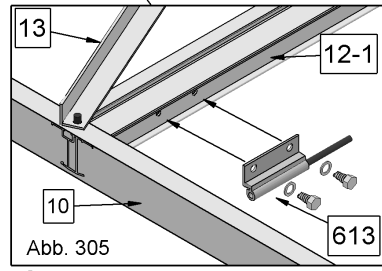

Abb. 305
6. Die Türscharniere Nr. 613 sowie das Schließblech und die dazu gehörenden Schrauben zur Befestigung sind zusammen mit den Schrauben und Beschlagteilen für die Tür verpackt. Diese sollten daher erst später angebracht werden, nachdem die Tür montiert ist (Kapitel 6) und bevor diese eingebaut wird (Kapitel 10). Abbildung 305 / 308 und 305-2